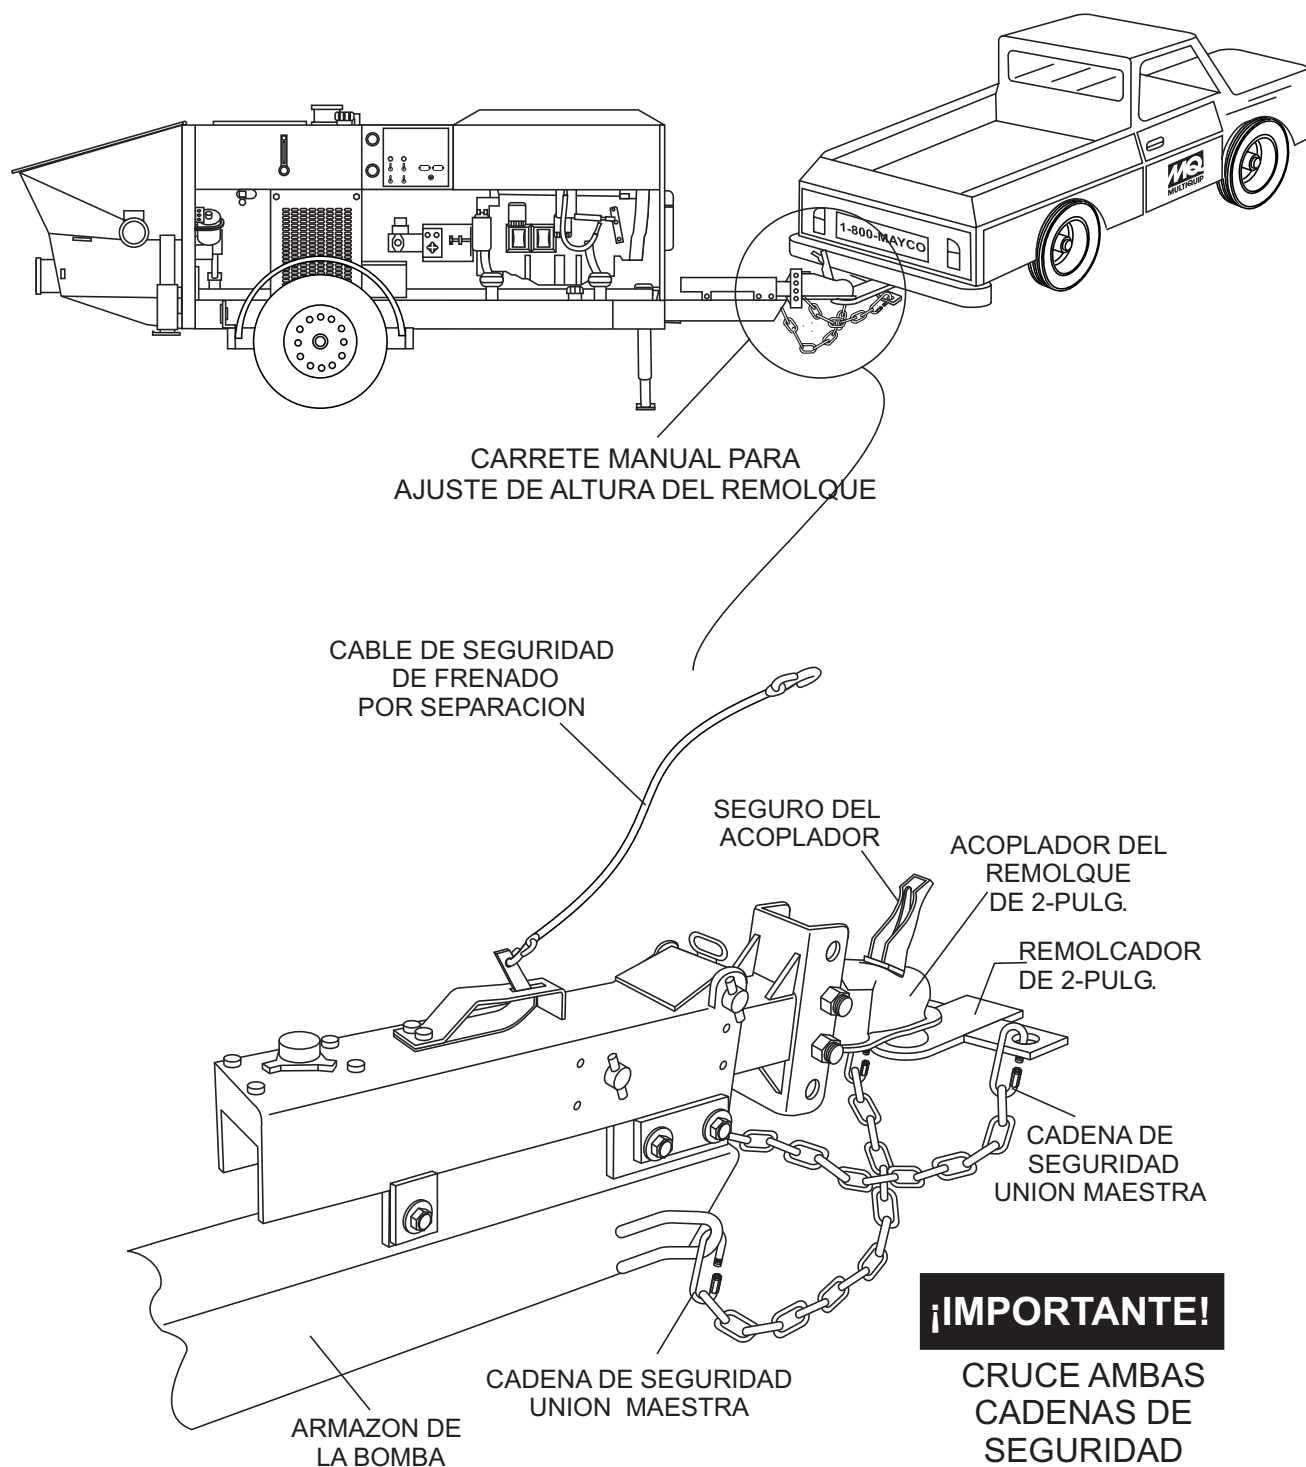

Figura 40. Conexiones del enganche del remolque
4. Sujete las cadenas de seguridad, como se muestra en la Figura 40. Recuerde **cruzar** las cadenas de seguridad.
Figura 40 muestra a continuación las ilustraciones de la aplicación típica del remolque, que deberá usarse cuando remolque la bomba.